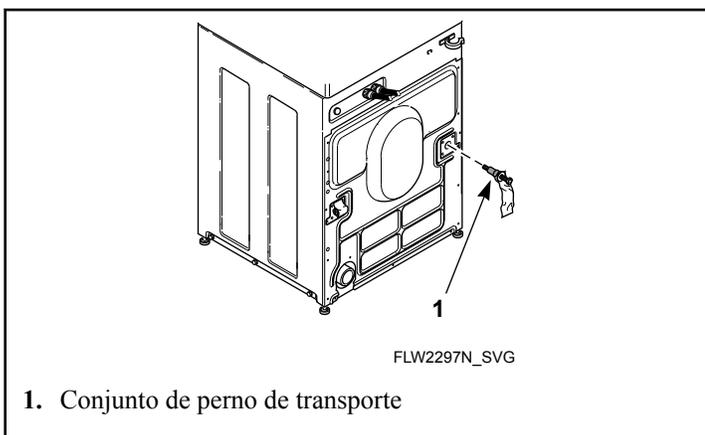

Figura 50
7. Inserte los conjuntos de pernos para transporte en cada agujero de perno de transporte. Consulte la *Figura 50*.